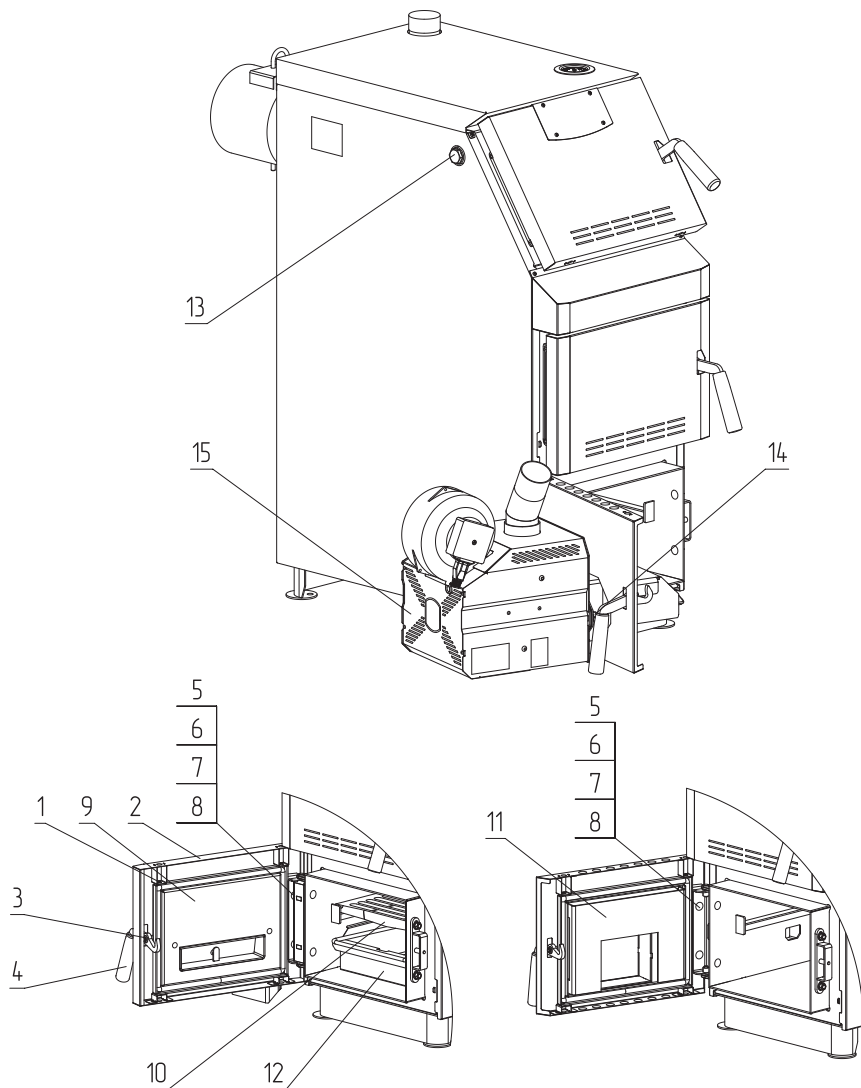

Рис. 16 Порядок установки горелки ZOTA «FOX» на твердотопливные котлы ZOTA Тополь-М 42, 60
- Открутите 4 самореза (**Рис. 16, поз. 1**);
- Откиньте обшивку дверцы (**Рис. 16, поз. 2**);
- Снимите стопорную шайбу ручки (**Рис. 16, поз. 3**);
- Снимите обшивку дверцы (**Рис. 16, поз. 2**) и ручку (**Рис. 16, поз. 4**);
- Открутите гайки (**Рис. 16, поз. 5**);
- Извлеките болты (**Рис. 16, поз. 6**), шайбы (**Рис. 16, поз. 7, поз. 8**);
- Снимите дверцу шуровочную (**Рис. 16, поз. 9**);
- Извлеките колосники (**Рис. 16, поз. 10**) и зольный ящик (**Рис. 16, поз. 12**);
- Установите адаптер горелки (**Рис. 16, поз. 11**) в обратном порядке;
- Установите горелку (**Рис. 16, поз. 15**) на котел;
- Зафиксируйте горелку гайками (**Рис. 16, поз. 14**);
- Для установки гильзы под датчики температуры и перегрева снимите пробку или тягорегулятор (если установлен) и установите гильзу (**Рис. 16, поз. 13**) в освободившееся отверстие.